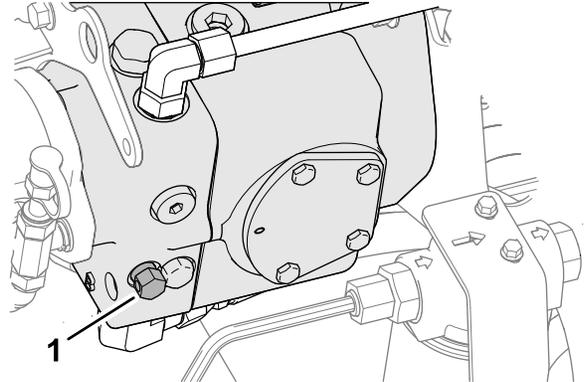

Figura 58
3. Sulla pompa a portata variabile, fate ruotare di un giro e mezzo il bullone della valvola di bypass per aprire e lasciare bypassare l'olio all'interno (Figura 58).